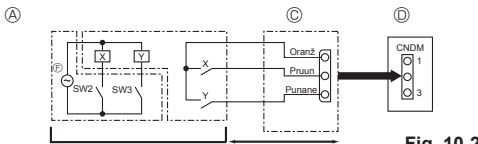

Fig. 10-2
10.2. Nõudfunktsioon (kohapealne modifikatsioon) (Fig. 10-2)